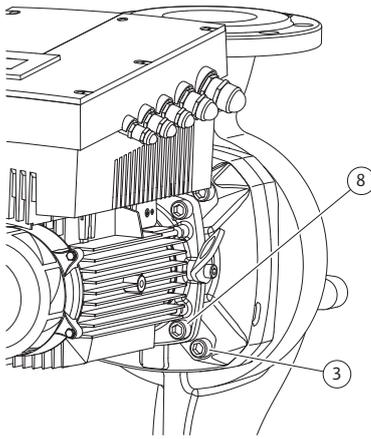

Fig. 47: Optionale Befestigung des Einstecksatzes
11. Die Schrauben (Fig. 7, Pos. 3) lösen und entfernen. Je nach Pumpentypen sind die äußeren Schrauben (Fig. 47, Pos. 3) zu nehmen. Der Einstecksatz (siehe Fig. 13) bleibt nach dem Entfernen der Schrauben sicher im Pumpengehäuse, es besteht auch bei horizontaler Lage der Motorwelle keine Kippgefahr.
16. Je nach Pumpentyp die Schrauben (Fig. 7, Pos. 10) oder alternativ die Schrauben (Fig. 47, Pos. 8) lösen.
22. Die Laterne vorsichtig über die Welle schieben und in der alten bzw. einer anderen gewünschten winkligen Lage zum Motorflansch positionieren. Dabei zulässige Einbaulagen der Komponenten beachten (siehe Kapitel 7.1 „Zulässige Einbaulagen und Änderung der Komponentenanzugsmomente vor der Installation“ auf Seite 19). Laterne mit den Schrauben (Fig. 7, Pos. 10) oder – bei den Pumpentypen/Laternentypen nach (Fig. 47) – mit den Schrauben (Fig. 47, Pos. 8) am Motorflansch befestigen.